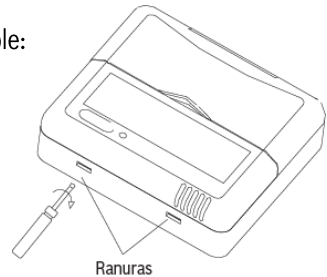

Fig 3-4
- Ingresar un destornillador plano en las ranuras en la parte inferior del controlador de cable (2 espacios) y retirar la parte superior del Mando a distancia por cable. (Fig.3-4)